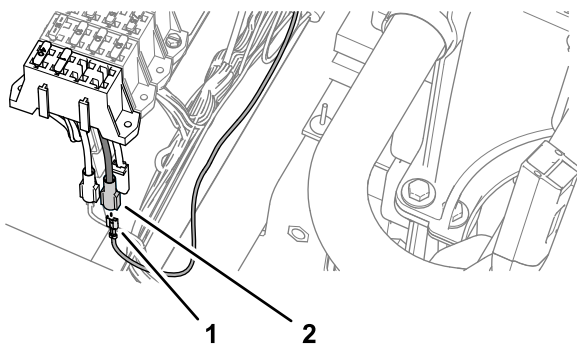

Bild 99
4. Stecken Sie die Klemme des Kit-Kabelbaums mit der Beschriftung SWITCHED PWR [Stromversorgung] in den Flachstecker für die optionale Stromversorgung des Sicherungskastens (Bild 99).